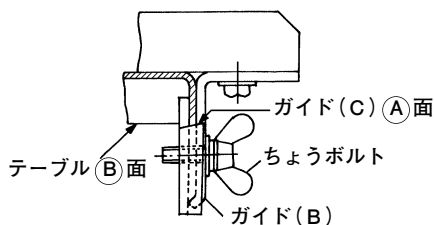
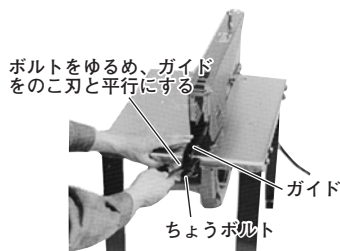

図 10
図 11
(1) ガイドはテーブル前面にちょうボルトで取付けますが、この場合図10のような要領で行ないますと、取付けの固定が確実にできます。
(2) 図10のボルトをゆるめ、ガイドとこの刃が平行になるよう調整してください。(図11)